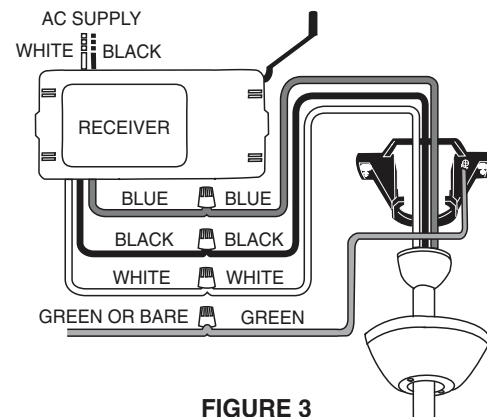

FIGURE 3
4. Make the connections as follows, using the wire nuts supplied: (Fig. 3)
4. Realice las conexiones tal como se indica a continuación y utilice las tuercas para alambre suministradas: (Fig. 3)